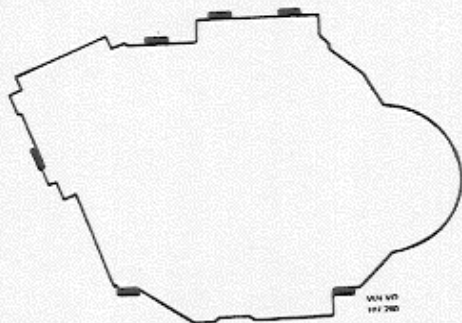

Abb. 8-37 Zuordnung der Fugenklammern um die Mittenfuge
9. Linke Gehäusehälfte aufsetzen. Beim Zusammenfügen beider Gehäusehälften sind Federklammern mit der Ersatzteil-Nr. 676234 zu verwenden, die mit einer Seegerringzange gemäß Abb. 8-21 festgeklemmt werden. Bez. der Anbringungsstellen für die Klammern, siehe Abb. 8-37.